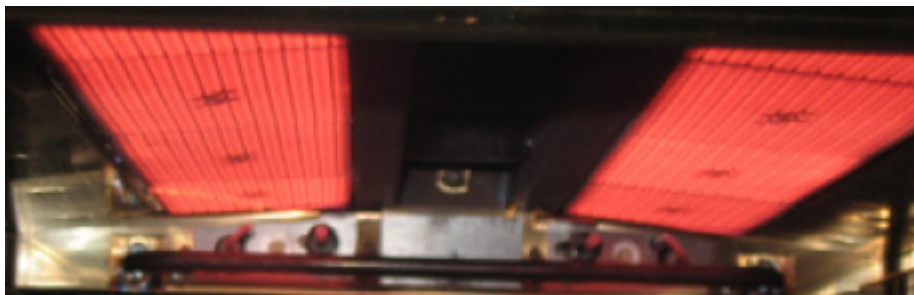

FIG. 1
5. Erscheinungsbild der IR-Brenner prüfen. Bei ausreichender Hitze sollten IR-Brenner wie in Abb. 1 unten aussehen. Bei einem verstellten IR-Brenner können blaue oder orangefarbene Flammen aus der Plattenoberfläche schießen oder Anzeichen von Blau um den Brennerrand herum sichtbar werden. IR-Brenner können durch die Reinigung des Luftfilters und des Gebläsemotors im vorherigen Abschnitt sogar vollständig verstellt werden, was dazu führen kann, dass der IR Brenner nicht zündet. Wenn festgestellt wird, dass eine Einstellung erforderlich ist, gehen Sie wie folgt vor.